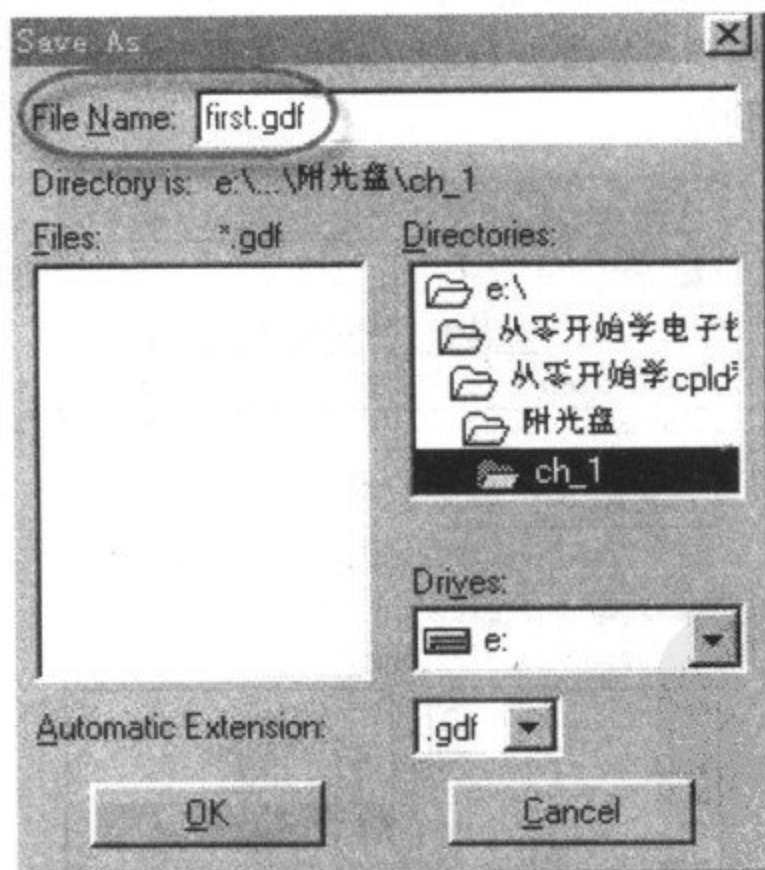

图 3-13 保存原理图
⑤ 单击工具栏中的保存按钮,将文件保存为 first.gdf 文件,如图 3-13 所示。